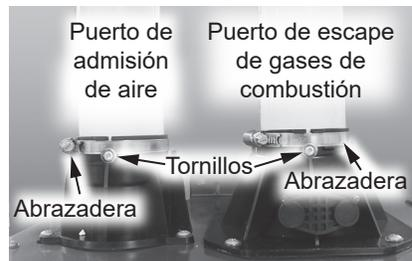

Figura 209 - Ubicación del puerto de admisión de aire/puerto de escape de gases de combustión
3 Ubique el puerto de escape de gases de combustión y el puerto de aire de admisión. Consulte la Figura 209.
4 Retire los dos (2) tornillos autorroscantes que fijan las tuberías de aire de admisión y escape a los puertos. Deje los tornillos a un lado en un lugar seguro para volver a instalarlos. Consulte la Figura 209.
10 Vuelva a instalar los dos (2) tornillos que se retiraron en el **Paso 4**. Consulte la Figura 209.
11 Apriete las abrazaderas en los puertos de escape y aire de admisión para fijar la tubería. Consulte la Figura 209.